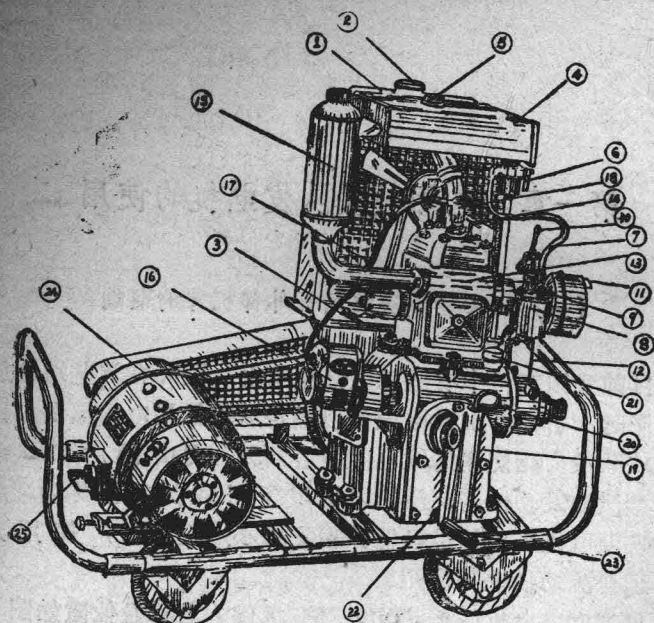
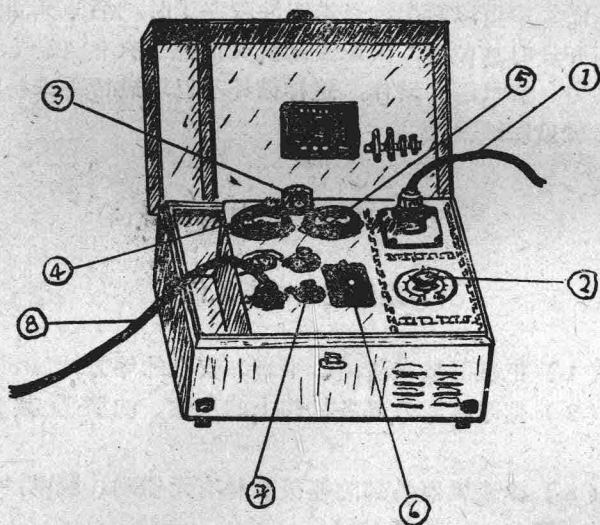

图 1 1103型电影放映发电机的外形图
图5 配电箱图
1103 型发电机的形状和外部各机件的名称及位置如图 1 所示。
(6) 在水箱中加入清洁的軟水（一般能起肥皂沫的水为軟水），加水时要用带有滤网的漏斗过滤，在冬季使用时可加入热水；
(7) 在油箱中加入清洁的汽油，加油时要用带有細滤网的漏斗过滤；
(8) 打开配电箱（图5），插好发电机电源引出綫1，电源引出綫的另一端插在发电机的电源引出插座中（见图1中25），插好变压器电源綫8（它的另一端接至变压器）。
(1) 打开油門开关（图1中6）（向上扳为打开，向下
(1) 打开阻风閥，使机器低速轉动几分鐘 (3—5 分鐘)；
(2) 逐漸地慢慢开大化油器的节流閥，使机器轉速逐漸升到正常轉数；
(3) 旋轉配电箱上的电压調节器 (图 5 中 2)，
(4) 搬动配电箱上的轉換开关 (图 5 中 6) 至“閉合”位置即可供电，当放映机开動后电压稍有下降时，应再調整电压調节器把电压升高，使它保持在 220 伏。
(1) 取下发电机电源引出綫和电源綫，收好配电箱并卷好电源綫；
(2) 打开放水口螺絲（图 1 中 3）（反时針方向旋轉），将水箱中的水放出；
(3) 如在冬天，使用机器后可打开曲軸箱前盖上的放油孔（见图 1 中 22）将滑油放出，在下次起动机时，再将滑油烘热至 60°C 后加入曲軸箱中；
(4) 松开搖把螺絲取下搖把，連同工具一齐擦淨并装在工具箱內；
(5) 擦淨机器外部的油污及其他脏物；
(6) 将机器轉动至压缩冲程，装上布套，并放在安全的地方。